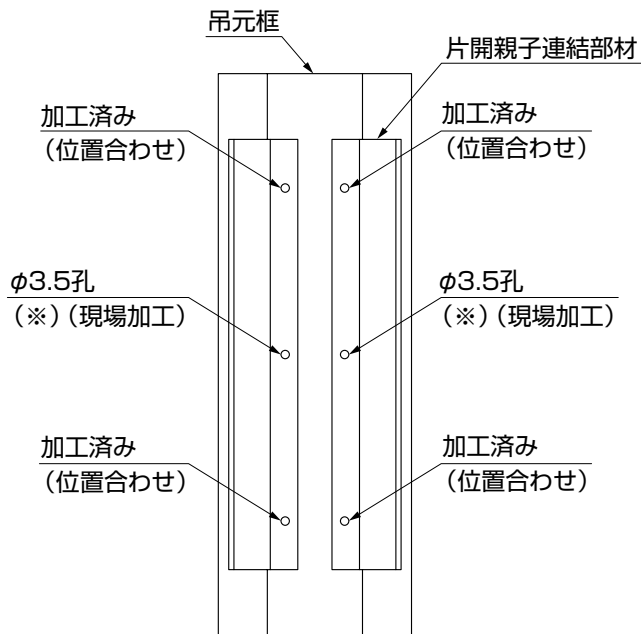

図5-5
- ① 本体の吊元框に片開親子連結部材を合わせてください。
- ② 本体の吊元框の※印位置にφ3.5孔を加工してください。(図5-5参照)